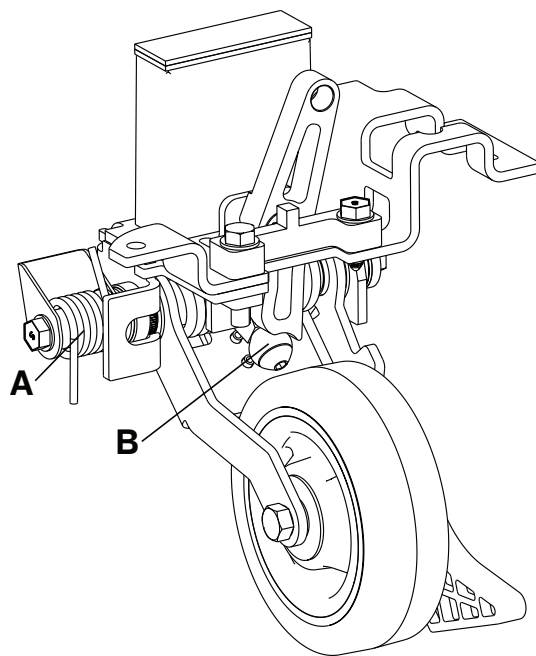

図 22 – 格納式第5輪を潤滑する
3. MPG-3潤滑油をスプリング ( A ) およびローラー ( B ) に塗布します ( 図 22 )。